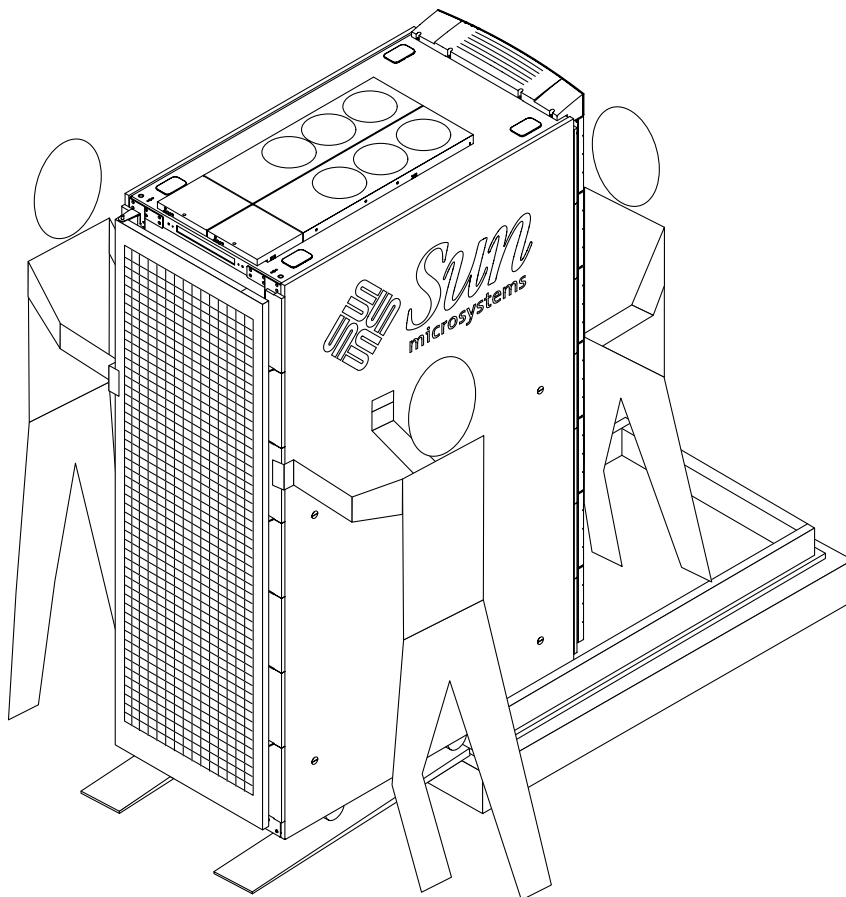

図 2-3 出荷用パレットからの Sun Fire E6900 システムの取り出し
9. 傾斜路上で、システムを注意深く移動させます (図 2-3)。